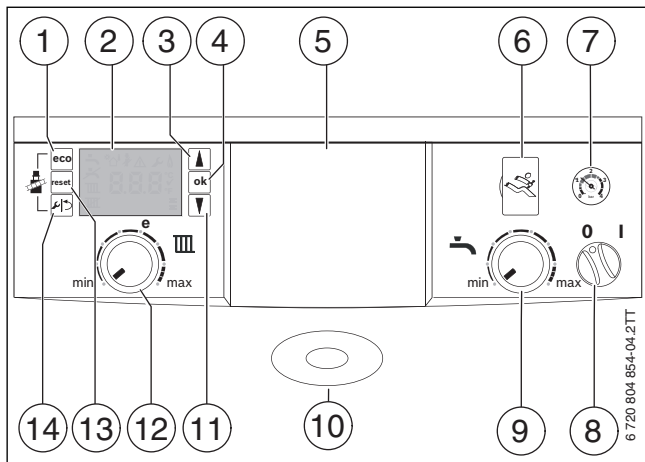

Fig. 5 Betjeningsfelt ved åben betjeningsfeltafskærmning
- Udetemperaturstyret regulering indbygget i kedlen → fig. 5, [5].